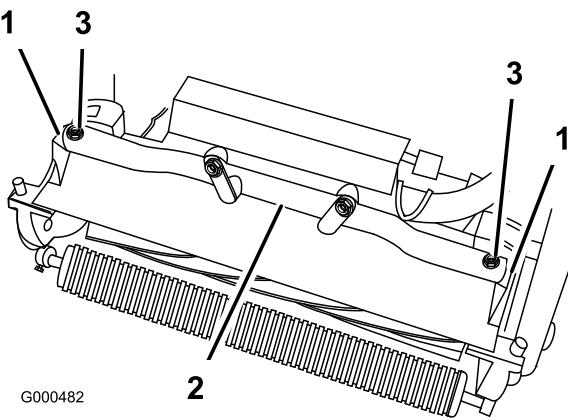

図 5
4. トラクションユニットのフレーム（図 5）を前方に回してカッティングユニットのピボット・アームに接続する。
5. M10 × 25mm ボルト（2本）を使用して、トラクションユニットのフレームをカッティングユニットのピボット・アームに固定する（図 5）。